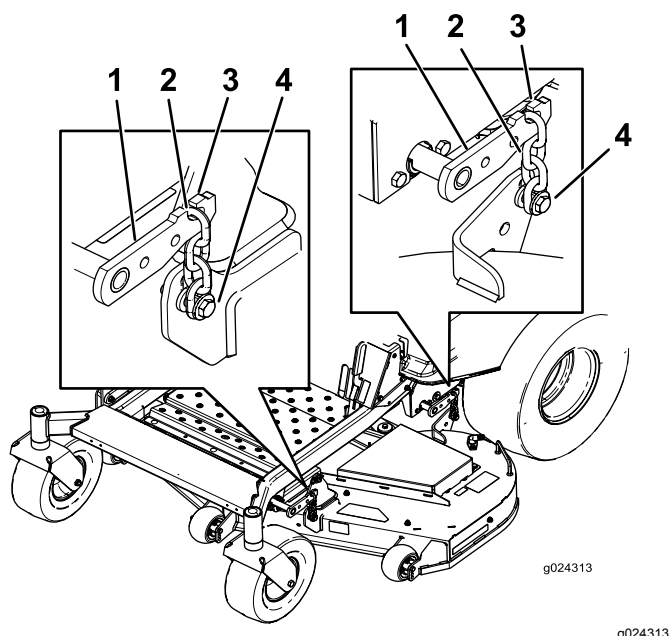

Figura 74
8. Retire las cadenas de los ganchos de los brazos de elevación de la carcasa (Figura 74).
6. Eleve la parte trasera de la carcasa del cortacésped y conecte las cadenas a los brazos de elevación traseros (Figura 74).
7. Conecte las cadenas delanteras a los brazos de elevación delanteros (Figura 74).